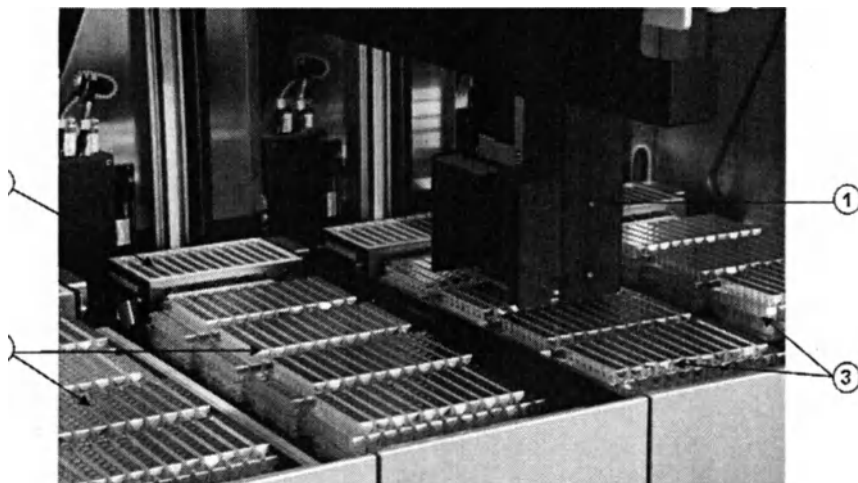

Рисунок 5: Внешний вид среднего уровня анализатора *Erytra*
Анализатор Erytra располагает так же нижним манипулятором (ссылка (1), рисунок 5), который оборудован гриппером для транспортировки карт. Кроме того, манипулятор оборудован датчиком, который определяет наличие карт, и сканером для считывания штрихового кода, ответственным за их идентификацию.
Анализатор позволяет осуществлять непрерывную загрузку и разгрузку карт через 4 выдвижные секции, которые находятся в станции размещения карт (ссылка (2), рисунок 5). Каждая выдвижная секция имеет вместимость до 4 штативов для карт *DG Gel®*. Общая вместимость станции для карт составляет 16 штативов, включая сервисные штативы (см. раздел 4.2.2.3). Штативы карт *DG Gel®* могут устанавливаться непосредственно в анализатор Erytra без крышки, если они были поставлены изготовителем, фирмой Diagnostic Grifols, S.A.
Анализатор Erytra располагает двумя сервисными штативами (ссылка. (3), рисунок 5), для хранения *DG Gel®* карт, при обработке которых была обнаружена ошибка в ходе процесса тестирования, или связанная с ними ошибка результата. Эти карты подлежат отдельному рассмотрению ОПЕРАТОРОМ (в ручном режиме).
Анализатор Erytra оборудован четырьмя независимыми передвижными инкубаторами (ссылка (4), рисунок 5), расположенными на нижнем уровне. Каждый инкубатор состоит из блока с 12 позициями для карт *DG Gel®*. Эти инкубаторы могут быть запрограммированы по умолчанию на температуру инкубирования 24°C или 37°C, в зависимости от необходимости, и от проводимых тестов.